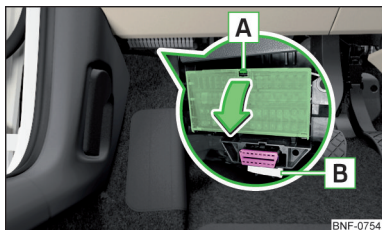

Bild 134
Säkringarna finns under rattens på undersidan av instrumentpanelen » bild 134.
- Tryck på säkerhetsfiken **A** » bild 134.